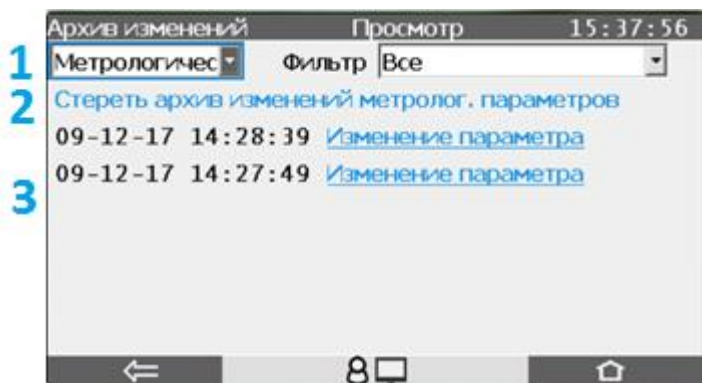

Рисунок 53 Архив изменений метрологических параметров
- Выкрутить 4 винта из левой стенки вычислителя (см. Рисунок 53).